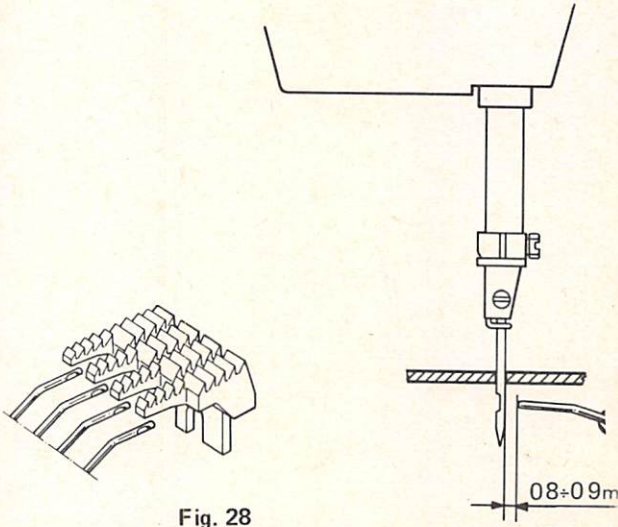

Fig. 28
- Con barra ago al punto morto inferiore, montare sull'astina i deragliatori C (fig. 27) controllando che la loro estremità sia circa 0,8 – 0,9 mm dall'ago e che nella fase di movimento sfiorino la placca d'ago e la griffa senza toccarle (fig. 28).
- With needle bar in lowest position, set deflectors C on rod (fig. 27), checking that their extremity is approximately 0.8–0.9 mm. from the needle and, when in motion, they just pass by the needle plate and feed dog without touching them (fig. 28).